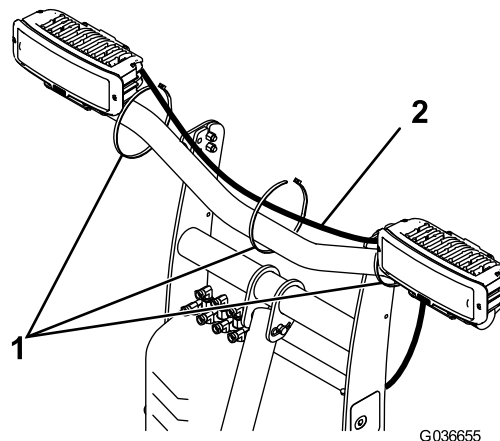

Bild 11
6. Stecken Sie die Scheinwerferanschlüsse am Kabelbaum in die Rückseite des Scheinwerfergehäuses (Bild 11).
7. Befestigen Sie den kurzen Kabelbaum mit drei Kabelbinden an der Scheinwerferleiste, wie in Bild 11 abgebildet.